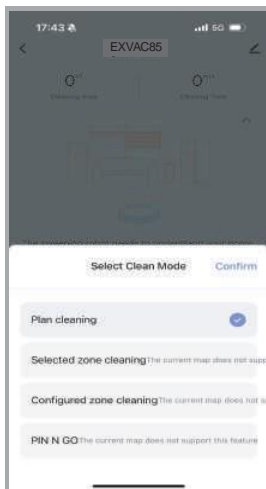

Рис.12
- В) **Режим уборки:** разверните меню, нажав на стрелку вниз; пользователям доступны различные режимы уборки, как показано на рис. 12.